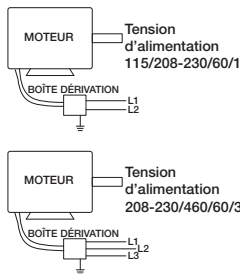

Figure 11 — Schéma de câblage typique
- Vérifier le sens de rotation de l'hélice en mettant brièvement l'appareil en marche. La rotation peut se faire dans un sens ou dans l'autre, selon que le ventilateur doit servir pour l'extraction ou le soufflage. Le sens de rotation peut être inversé par l'ajout d'un commutateur à tambour accessoire ou, pour les applications triphasées, par l'inversion de deux quelconques des trois fils électriques. Pour les applications monophasées, suivre le schéma de câblage figurant sur le moteur ou voir Figure 11, à la page 5.
- Câbler le moteur pour la tension souhaitée conformément au schéma de câblage figurant sur le moteur ou au schéma de câblage à la Figure 11.